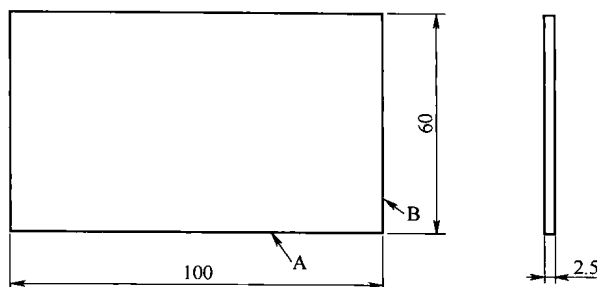

图 1-17
(1) 训练注意事项。
- ① 不可敲击量具。
- ② 尽量不要用手指接触量具的量面。
- ③ 不要把量具和加工工具混放在一起。
- ④ 测量完毕后, 要将量具擦干净。
- (2) 用钢直尺测量工件训练 (参见表 1-4)。
- (3) 用游标卡尺测量工件训练 (参见表 1-5)。
- (4) 用千分尺测量工件训练 (参见表 1-6)。
- (5) 测量训练作业。
- ① 用游标卡尺测量如图 1-17 所示工件的长、宽和高。